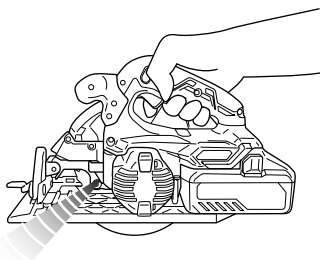

Fig. 27
7. Messages d'alerte par témoin DEL (Fig. 27)